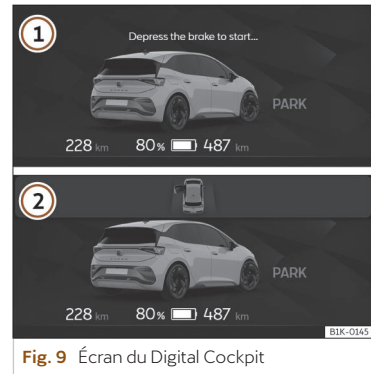

Fig. 9 Écran du Digital Cockpit
- Avec le système à propulsion inactif, le Digital Cockpit affiche l'image de CUPRA Born >>> **fig. 9**